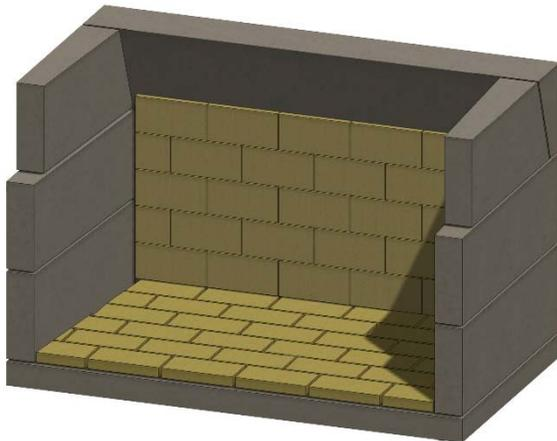

Figure 16. Mur arrière en briques ré-
I. Installez la brique réfractaire sur le mur arrière, avec la brique posée sur le bord. Voir la figure 16.